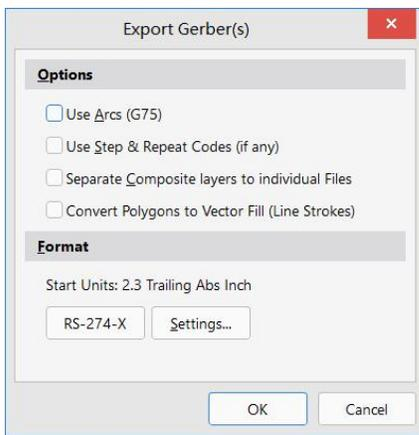

图5-26 “Export Gerber(s)”对话框
- 9) 选择菜单栏中的“File”→“Export”→“Gerber”选项，打开如图5-26所示的“Export Gerber(s)”（输出Gerber文件）对话框。